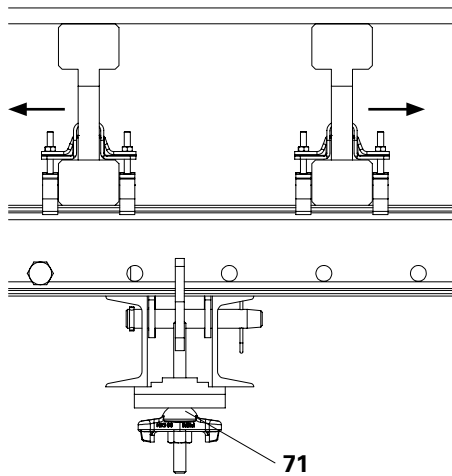

Fig. B3.09
1. Allentare gli attacchi fissaggio corrente U100 – U120 (71) finché non è possibile spostare l'elemento.
3. Serrare l'attacco fissaggio corrente. (Fig. B3.09)